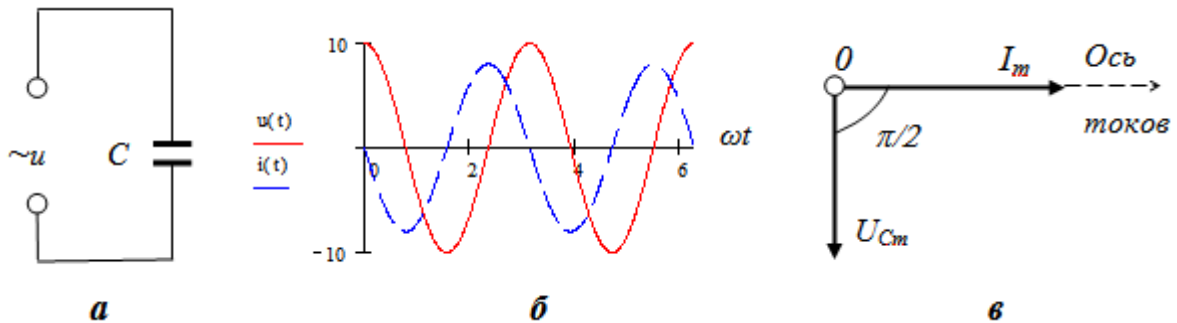

Рис. 4.
3. Пусть в цепь источника переменного тока включен только конденсатор емкостью C без диэлектрических потерь энергии (рис. 4,а).
Из сравнения формул (9) и (1) видно, протекающий через конденсатор ток *опережает* по фазе напряжение на емкости на $\pi/2$. (рис. 4,б). На векторной диаграмме (рис. 4,в) вектор тока I_{Cm} повернут на угол $\pi/2$ от U_{Cm} в сторону *положительного* направления вращения.